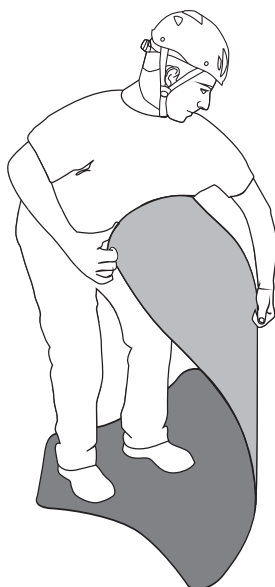

Fig.7
- Retirer la toile de sauvetage **"HALF ROLLY"** de son sac de transport (O) et ôter la sangle munie de cliquet (N),
- étaler le plan d'appui (A) et l'aplatir en enroulant dans l'autre sens les extrémités et en pliant la partie centrale (fig. 7).